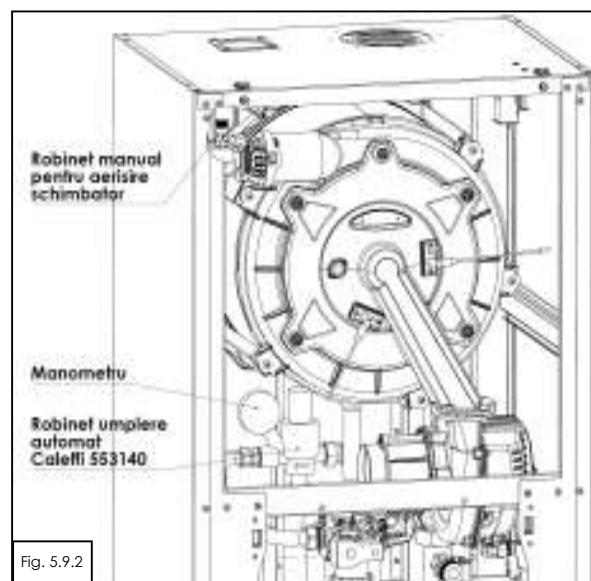

Fig. 5.9.2
2. se regleaza o presiune in jur de **0.8 bar** in instalatie din robinetul de umplere automat, echipat cu manometru (fig. 5.9.2);